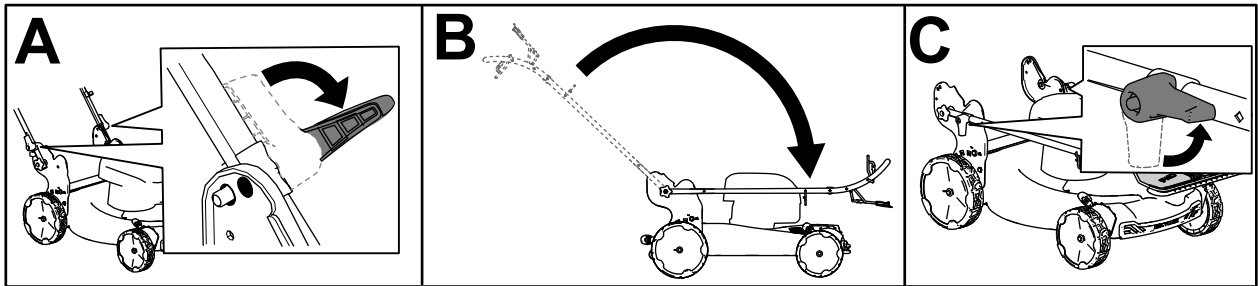

Figure 14
2. Déverrouillez le guidon jusqu'à ce que la moitié supérieure bouge librement (A de la Figure 14).
3. Rabattez le guidon en avant et engagez les verrous (B et C de la Figure 14).